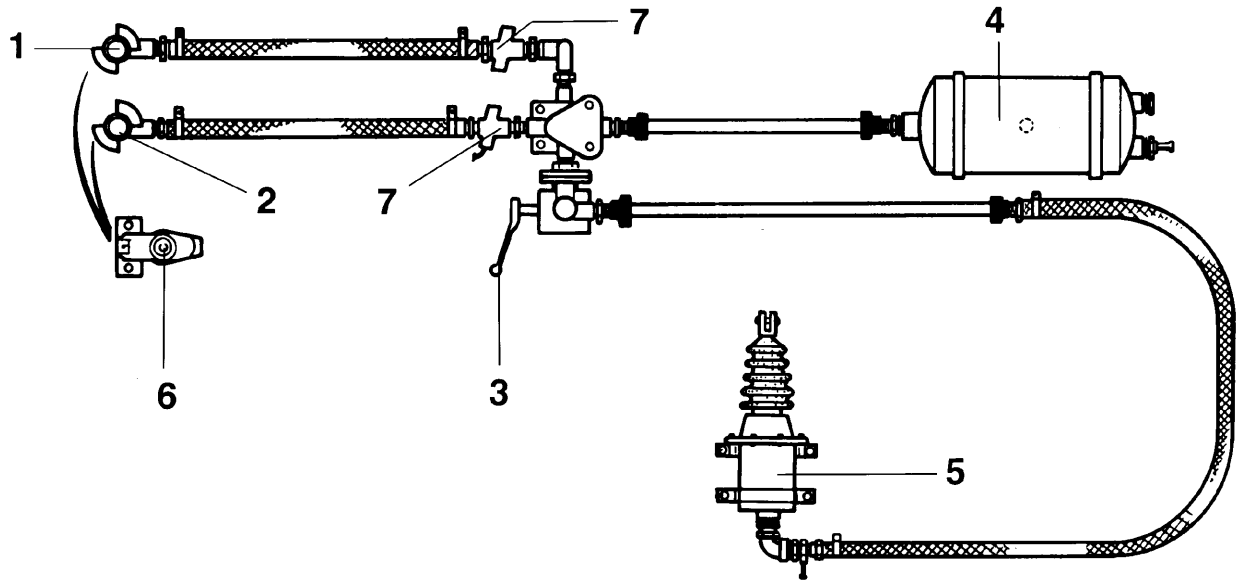

Fig. 63
2. Kupplungsköpfe vor dem Einkuppeln auf Sauberkeit überprüfen und auf richtiges Einrasten achten! Der Kupplungskopf (Fig. 63/1) für die Bremsleitung ist gelb markiert. Der Kupplungskopf (Fig. 63/2) für die Vorratsleitung ist rot markiert.
4. Handgriffstellung des (Fig. 63/3) kontrollieren
5. Falls erforderlich, Luftbehälter (Fig. 63/4) entwässern!
7. Bremszylinderkolbenhub kontrollieren! Der Hub des Bremszylinders (Fig. 63/5) darf nur zu zwei Dritteln ausgenutzt werden, sonst Bremse nachstellen! Beschädigte Staubschutzhüllen erneuern!
8. Nach dem Abkuppeln Kupplungsköpfe schließen bzw. in die Leerkupplungen (Fig. 63/6) am **ZG-B** einhängen!
1. Einsätze der RohrleitungsfILTER (Fig. 63/7) überprüfen und reinigen!